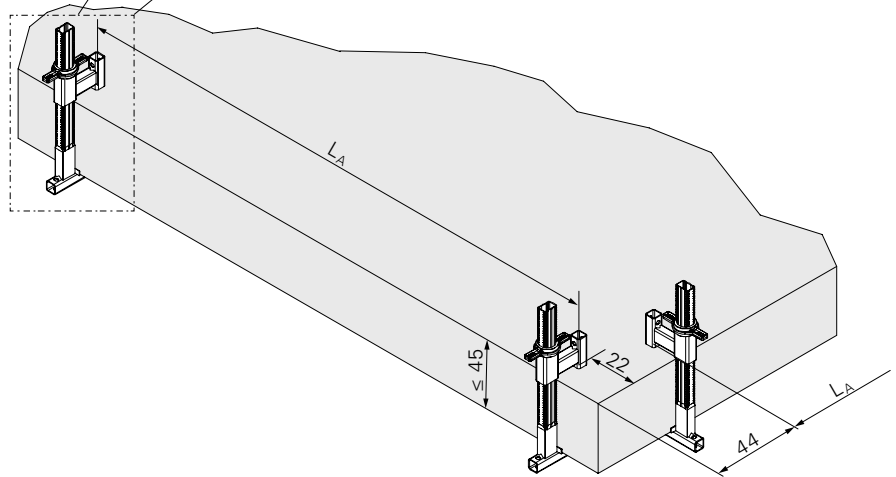

Abb. A2.05
- Achsabstand L_A in Abhängigkeit der Länge L des Seitenschutzgitters und der zulässigen Einflussbreite L_{EB} bestimmen (siehe Tab. A2.04) und Kapitel „Auswahl“ auf Seite 17. (Abb. A2.05)